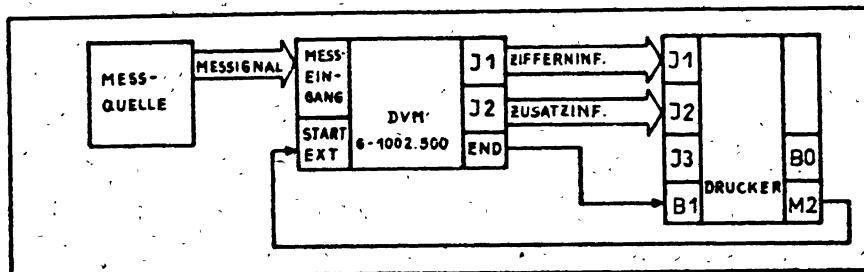

Bild 8: Verkettung mit Drucker - Ablauf eines sich ständig wiederholenden Mess-Druck-Zyklus
- Die Zeit zwischen 2 Messungen/Ausdrucken in Verkettungen nach Bild 8 und 9 erfolgt durch Einstellung am Pausenzeitregler des Druckers. Eine Pausenzeiteinstellung am Multimeter ist nicht vorhanden!
- Eine Unterbrechung der Meßkette in Verkettungen nach Bild 8 und 9 erfolgt durch Setzen der Taste BO am Drucker.